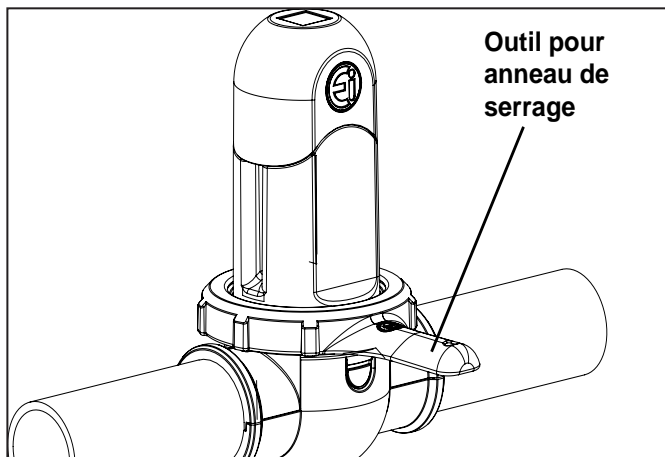

Figure 25. Défaire l'anneau de serrage
5. Défaire l'anneau de serrage. S'il y a lieu, utiliser l'outil pour anneau de serrage prévu (voir Figure 25).
5. Retirer l'anneau de serrage. Si nécessaire, utiliser l'outil pour anneau de serrage fourni (Voir Figure 25).